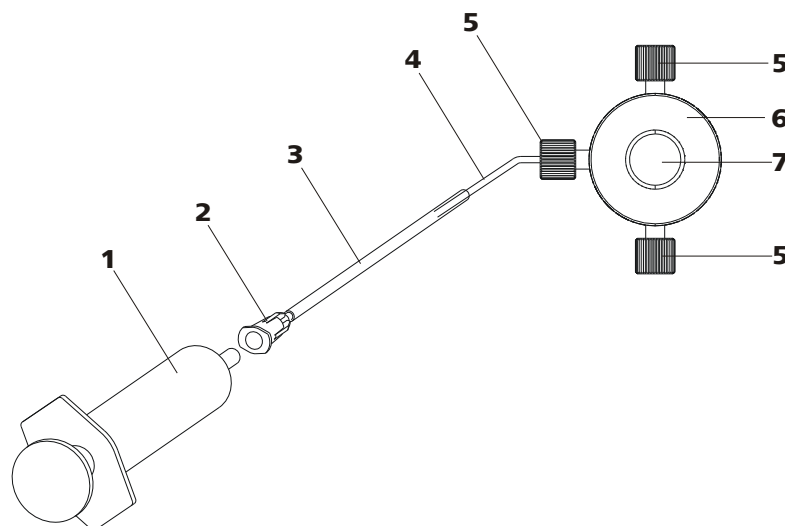

Abbildung 22 Hochdruckpumpe entlüften
Entlüften Sie die Hochdruckpumpe wie folgt (*siehe Abbildung 22, Seite 45*):
- Spritze (22-**1**) in den Luer-Anschluss (22-**2**) der Purge-Kanüle stecken (siehe Abbildung 22, Seite 45).